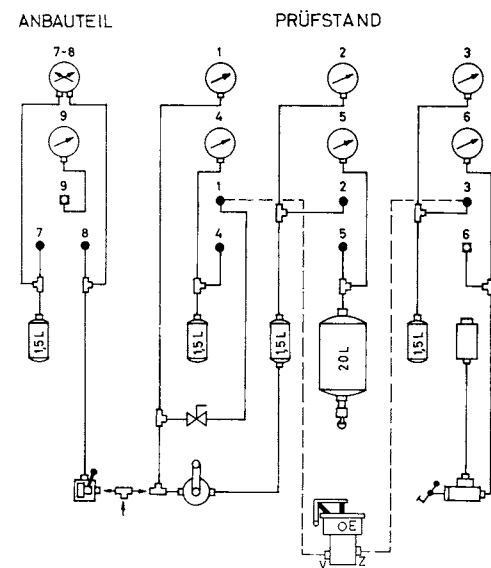

Abb. 7
- c) Schlauchanschluß 1 nach Prüfschema anschließen. (siehe Abb. 7)
- b) Schlauchanschluß 3 nach Prüfschema (Abb. 7) anschließen.